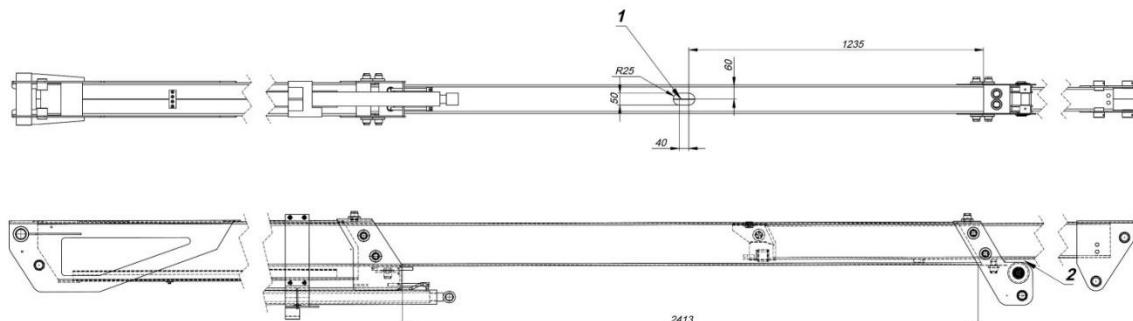

Abb.: 27. Die innere Prüfung des Teleskoparms der Hubarbeitsbühne
- Der Hersteller hat – laut der Abb.: 27 . Pos. 1. – eine Prüföffnung an dem 2. Teleskopglieder angefertigt. Durch diese Öffnung kann der Fachpersonal an beide Richtungen mit Hilfe eine ENDOSKOPSONDE die innere Kette und die beiden Endanschlüsse prüfen.
- Laut der Abb. 27. Pos. 2. – ist eine Öffnung, wodurch möglich ist die Prüfung den Endanschluss mit Hilfe eine ENDOSKOPSONDE - der auseren Kette.